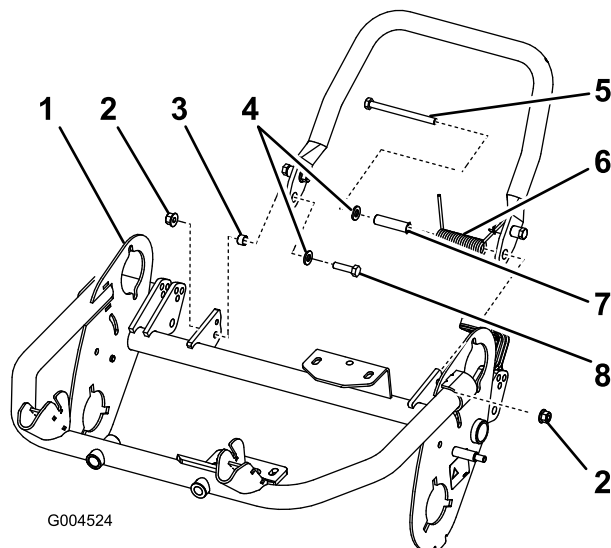

Figura 6
no chassis com o parafuso e anilha, a cunha pequena e a porca de bloqueio (M8-1.25) (Figura 6). Certifique-se de que o parafuso é instalado pelo lado de dentro da estrutura conforme ilustrado em Figura 6.
Importante: Quando instalar a mola, coloque uma extremidade da mola sob a estrutura traseira (Figura 6).
- Instale o lado esquerdo do apoio no chassis com o parafuso e anilha, a cunha grande e a mola e a porca de bloqueio (M8-1.25) (Figura 6). Certifique-se de que o parafuso é instalado pelo lado de dentro da estrutura conforme ilustrado em Figura 6.